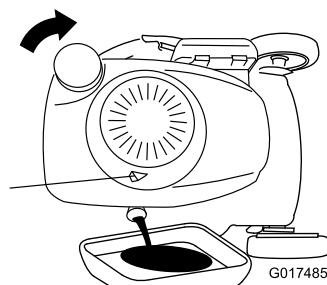

Figura 33
3. Coloque la máquina de lado con la varilla de aceite hacia abajo para drenar el aceite usado a través del tubo de llenado de aceite (Figura 33).